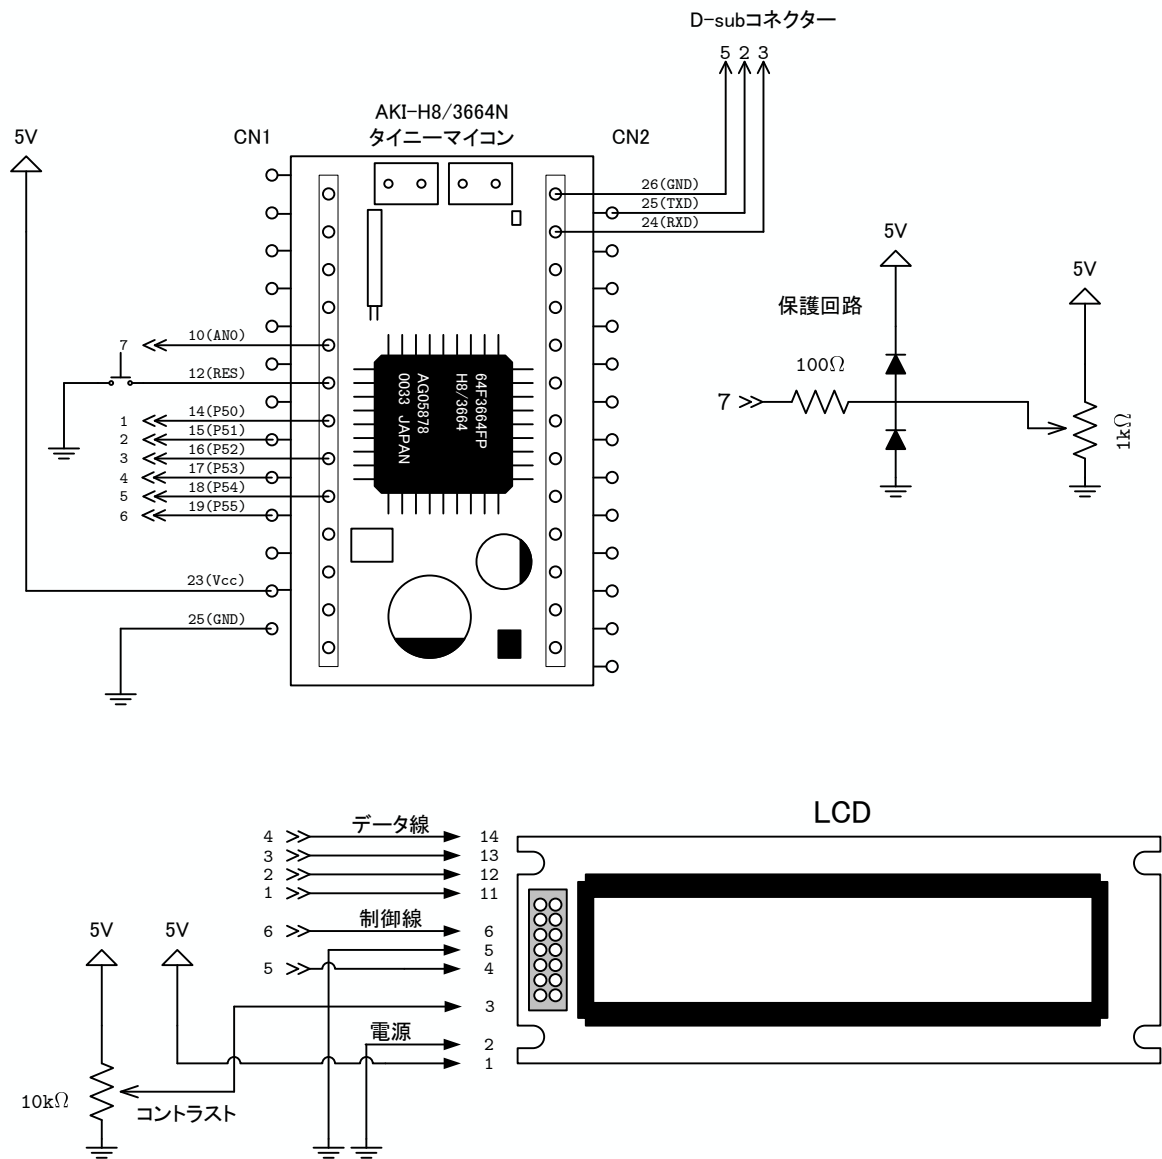

図 18: A/D 変換器を使った電圧計の回路
1. 図 18 のように回路をブレッドボード上に作成する。ただし、電源は、接続しない。